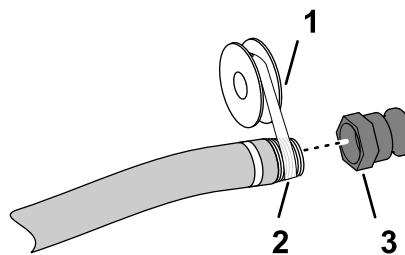

Figura 4
5. Aplique vedante de roscado PTFE (Figura 4) nos roscados do encaixe do tubo de enchimento (NPT, 1 pol.).
6. Enrosque o acoplamento de desligamento rápido no tubo de enchimento e aperte-o bem à mão (Figura 4).